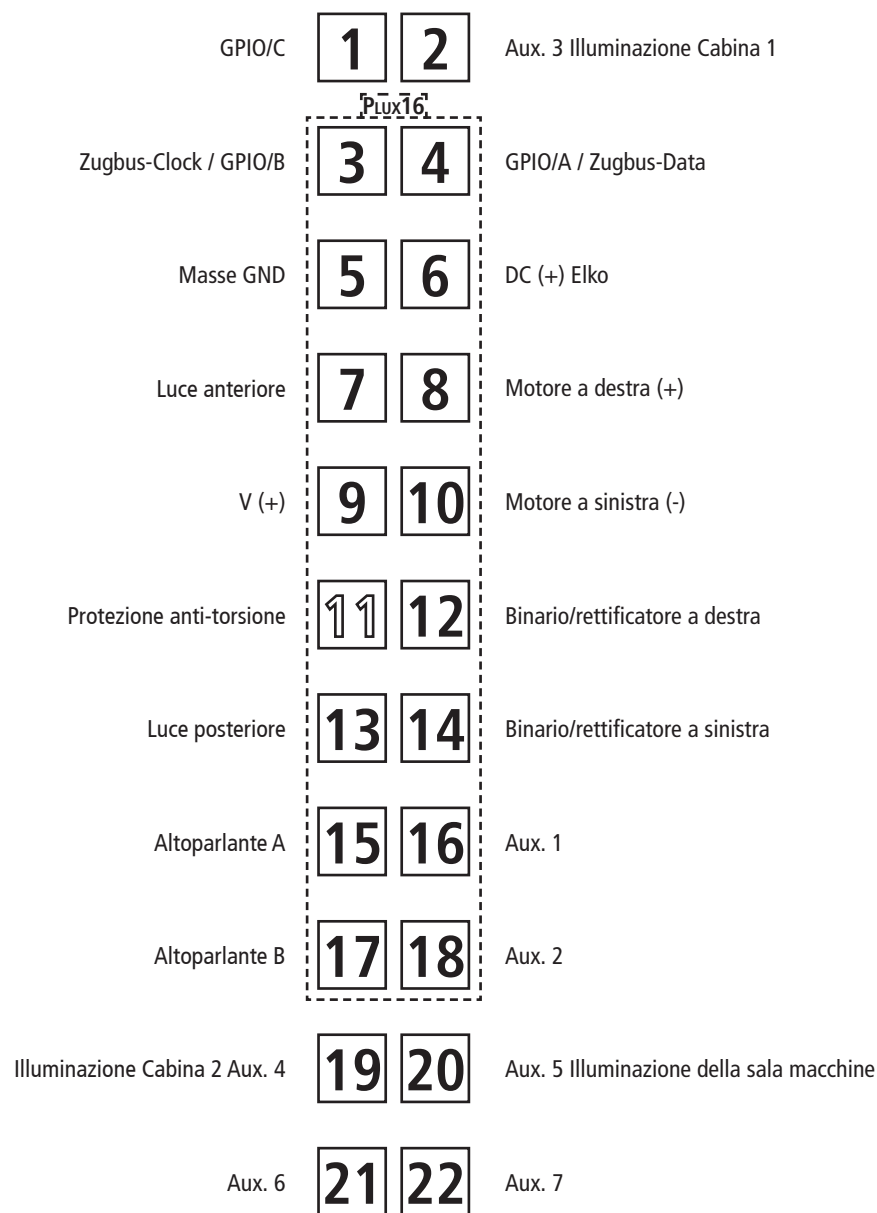

Fig. 8
4. Kohlebürstenwechsel: Lokgehäuse abnehmen (Fig. 3). Danach wird der Motor ausgebaut und die Kohlebürsten ausgewechselt (Fig. 8).
4. Carbon Brush Changing: First remove loco body (fig. 3), and then the motor (fig. 8).
4. Sostituzione delle spazzole di carbone: Rimuovere la carrozzeria della locomotiva (fig. 3). Dopodiché smontare il motore e sostituire le spazzole di carbone (fig. 8).